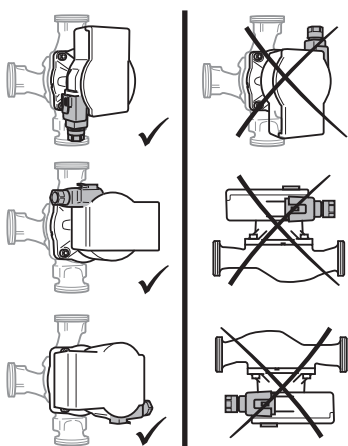

Fig. 2: Vgradni položaji
- Izberite mesto vgradnje v skladu z dopustnim vgradnim položajem (Fig. 2).
- Upoštevajte dopusten vgradni položaj (Fig. 2) črpalke, po potrebi obrnite glavo motorja (2+6).
- Da olajšate zamenjavo črpalke, pred in za črpalko vgradite zaporni armaturi. **POZOR! Zaradi puščanja lahko iztekajoča voda poškoduje regulacijski modul! Zgornjo zaporno armaturo stransko poravnajte, da pri puščanju voda ne more kapljati na regulacijski modul (6).**
- Upoštevajte dopusten vgradni položaj (Fig. 2) in puščico za smer toka na ohišju črpalke (1).
- Pritegnite 4 vijake ohišja (5).